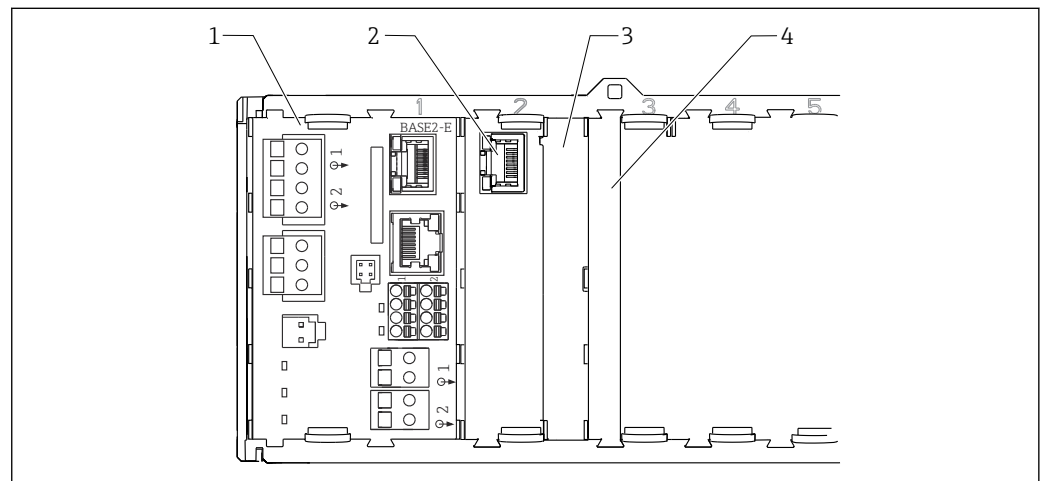
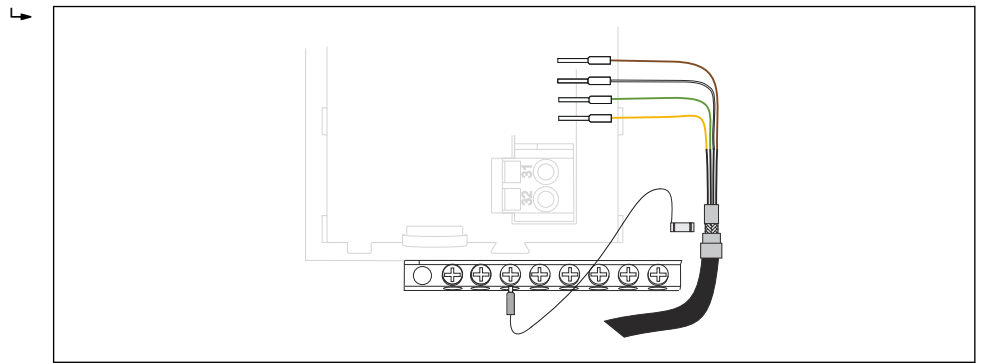

图 18 控制器外壳内的接线腔
图 21 端子接线排
- ▶ 插槽未全部使用时，对于**非防爆型**设备：必须在最后一个模块右侧的 → 图 18, 图 21)。这样才能保证设备不受冲击影响。